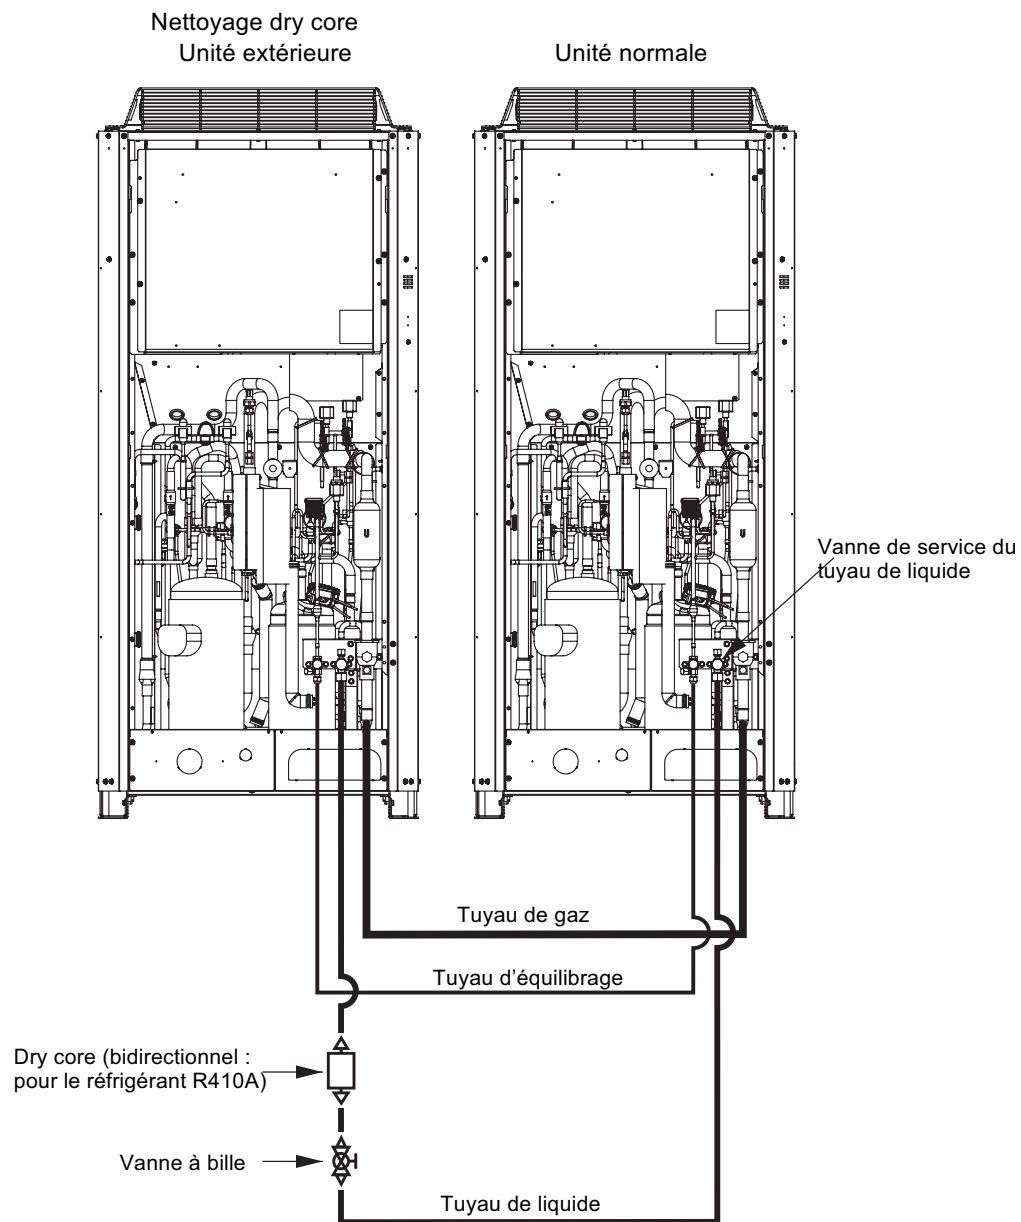

Fig. 15
(5) Comme le montre la Fig. 15, débrancher le tuyau qui va de la vanne du tuyau de liquide au clapet à bille sur toutes les unités extérieures où les dry cores seront fixés. Ensuite, fixez les dry cores.
(6) Pour toutes les unités extérieures où les dry cores sont fixés, appliquez une pression de 3,8 MPa d'azote à partir du port de service du tuyau de liquide et recherchez les fuites éventuelles.
(7) Après avoir évacué tout l'azote des tuyaux, faire le vide à partir du port de service du tuyau de liquide dans toutes les unités extérieures où les dry cores sont fixés jusqu'à ce que la pression descende à -101kPa (-755 mm Hg, 5 Torr) ou moins.
(8) Ouvrir complètement la vanne du tuyau de liquide et le clapet à bille sur toutes les unités extérieures où les dry cores sont fixés.
(9) Faites fonctionner toutes les unités extérieures pendant environ 3 heures (en mode chaud ou froid).
(10) Suivez la procédure ci-dessus, et remplacez tous les dry cores avec de nouveaux dry cores.
(11) Faites fonctionner toutes les unités extérieures pendant environ 20 minutes (en mode chaud ou froid).
(12) Suivez les instructions de "2. Décharge de l'huile du compresseur" et vidanger une petite quantité de l'huile des séparateurs d'huile de toutes les unités extérieures où les dry cores sont fixés. Vérifiez la phase de couleur, l'odeur, et d'autres caractéristiques.
(13) Si les résultats montrent que le nettoyage par dry core est toujours nécessaire (par exemple, une phase de couleur de 4,0 ou plus)*, revenez à l'étape 11 et répétez jusqu'à ce que les résultats soient normaux (y compris une phase de couleur de 3,5 ou moins)*.
(1) Se reporter à "4-2-3. Procédures de récupération du réfrigérant (2) : unité intérieure non équipée de clapet à bille". Effectuer un pompe vers le bas du réfrigérant de toutes les unités intérieures et tuyaux inter-unités du côté de l'unité extérieure.
(2) Couper le tuyau de liquide (étroit) de toutes les unités extérieures où les dry cores seront fixés, puis fixer les dry cores et les clapets à bille comme le montre la Fig. 15.
(3) Pour les étapes suivantes, reportez-vous à (6) - (17) dans (A) de la page précédente.